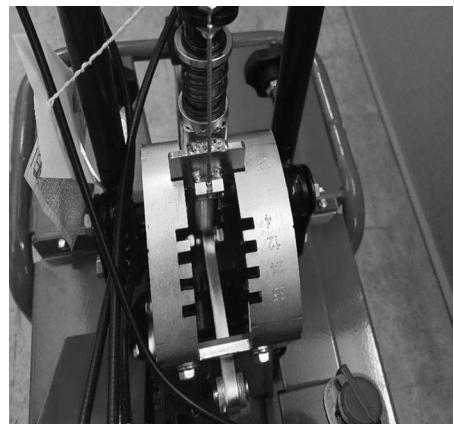

Abbildung 4
- Es ist ratsam, zunächst eine relativ hohe Schnitthöhe einzustellen (Abb. 4) und diese dann entsprechend den Arbeitsbedingungen schrittweise abzusenken.